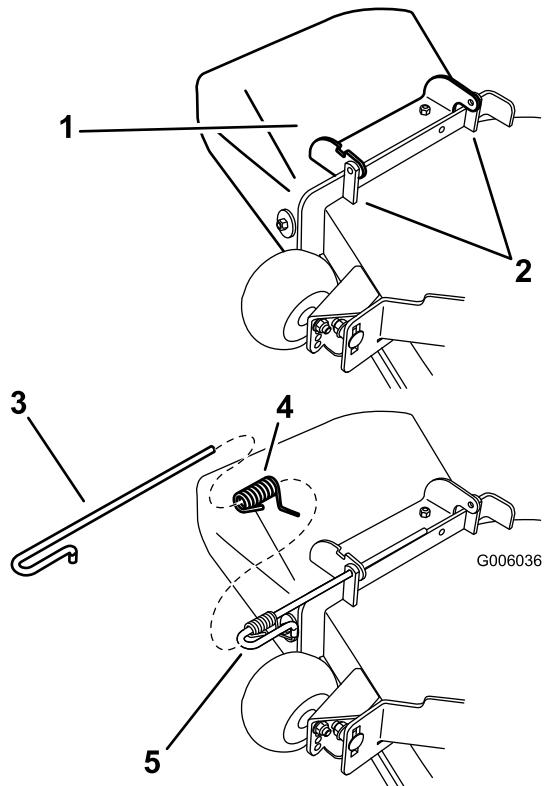

Figure 65
1. Désengagez le ressort du cran dans le support de déflecteur et sortez la tige des supports soudés du tablier, du ressort et du déflecteur d'éjection (Figure 65). Enlevez le déflecteur s'il est endommagé ou usé.
2. Positionnez le nouvel ensemble déflecteur d'éjection en plaçant les extrémités du support entre les supports soudés du tablier, comme illustré à la Figure 65.